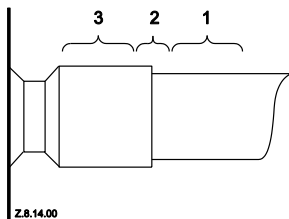

Рис. 9: Пайка трубопровода всасывания
**Рис. 9** иллюстрирует пайку трубопроводов всасывания и нагнетания спирального